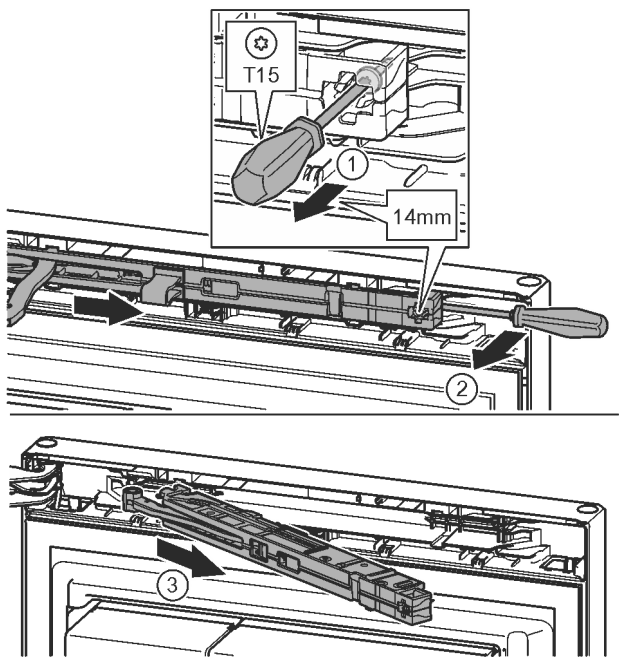

Fig. 15
- ▶ A záráscsillapító egységnél T15 csavarhúzóval kb. 14 mm-rel engedje ki a csavart. Fig. 15 (1)
- ▶ Egy csavarhúzóval nyúljon a markolat oldaláról a záráscsillapító egység mögé, és forgassa előre. Fig. 15 (2)
- ▶ Húzza ki a záráscsillapító egységet. Fig. 15 (3)